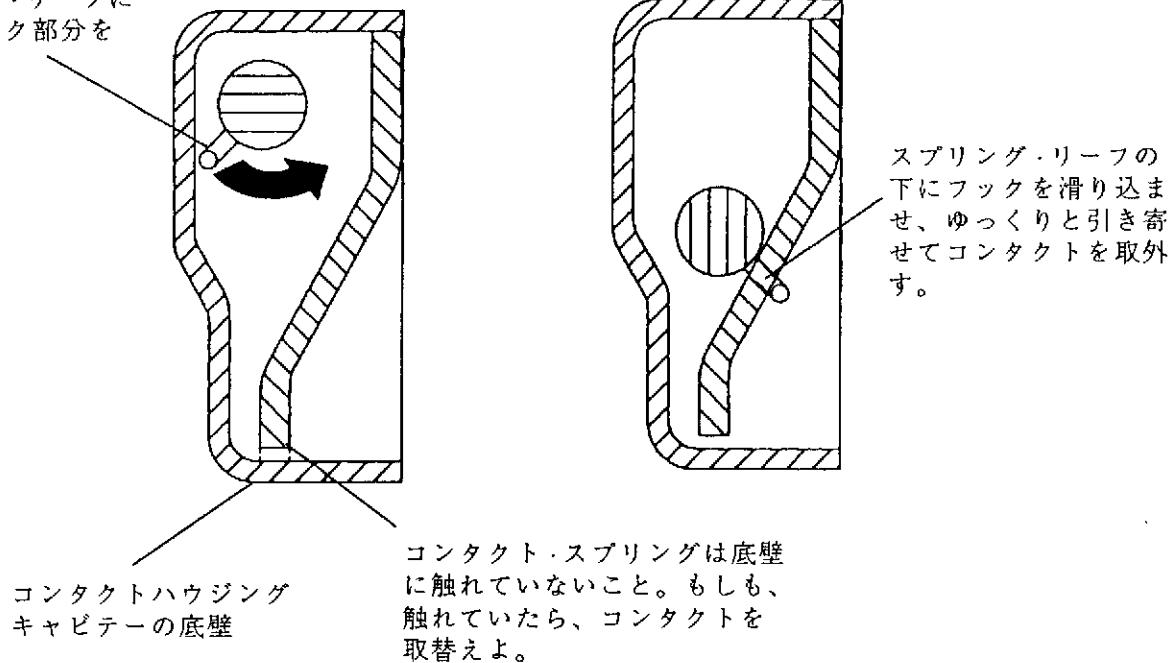

Fig. 6 コンタクトの取り外し
ソケット・カバーを取外してコンタクト・ハウジング・キャビティの底壁に触れているコンタクトがあるかを検査すること (Fig. 6 参照)。また、Fig. 8 に示したような 0.51 mm (.020 in) 径のゲージピンを差し入れた時、自由に動かないコンタクトがあるかを検査すること。上記の検査範囲のどちらかに合致するコンタクトは交換すること。
3. コンタクトを取外すためにはんだはがしをしたコンタクトは、ピンセットか小さな工具でソルダー・テイルの先端を押し込んで、ソケットから取外すことが出来る。ソルダー・テイルの先端が、プリント基板の底部と同一平面になるまでゆっくりと真直ぐに押し込み、13番又は14番のクローセ編みかぎ針を使って、Fig. 6に示すようにコンタクトをハウジング・キャビテーから取り外すこと。スプリングの上部を折らないように静かにコンタクトを持ち上げること。